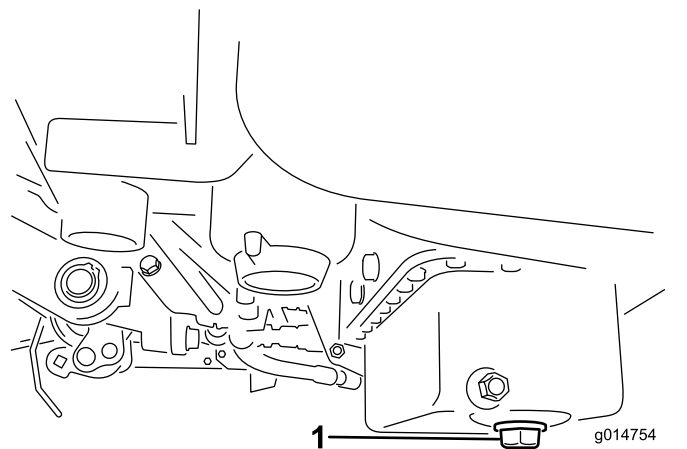

图39
1. 拆下排油塞、让油流入放油盘。油不再流时、安装排油塞（图39）。